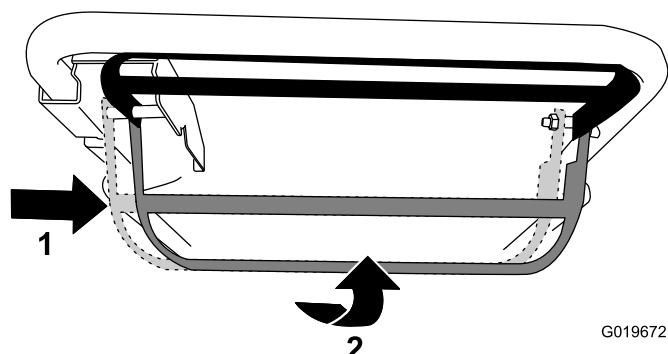

Figure 17
- Pour utiliser l'autopropulsion et engager les lames, poussez la barre de commande complètement à droite et relevez-la contre le guidon (Figure 17).